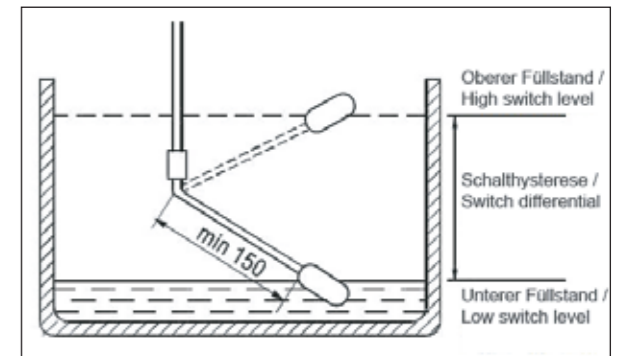

Abb. 2 / Fig. 2
- siehe Abb. 2
- see Fig. 2
- 参考图2